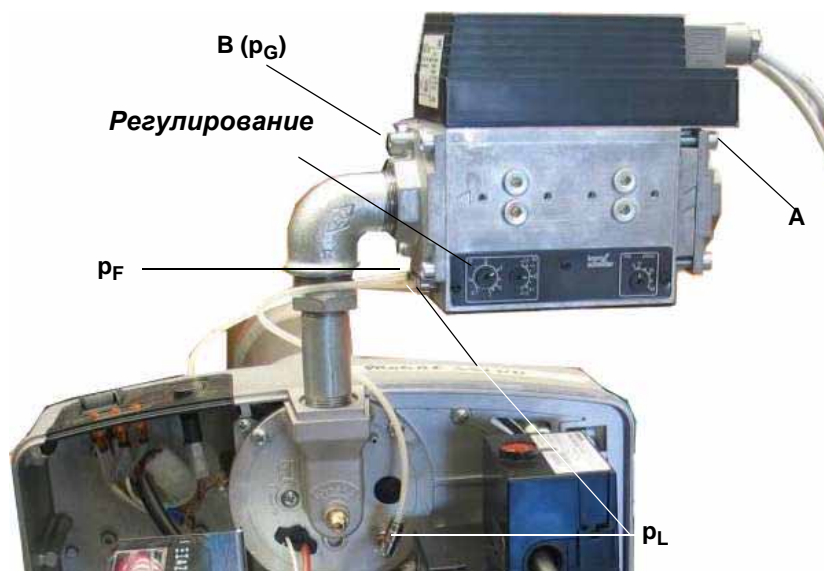

Рис. 19
Передаточное соотношение **V** - следующее (см. рисунок Рис. 19 - Рис. 20):
- 1 Включить горелку на малом пламени: если горелка не запускается, повернуть слегка **N** в направлении + и повторить запуск (см. Рис. 20). Замерить давление газа **pG** на **B** (см. рисунок Рис. 19)
- 2 Замерить давление воздуха **pL** на горелке (см. Рис. 19) и отрегулировать давление газа на **N** (см. Рис. 20)
- 11 Не закрывать штуцер **PF**, если он имеется в наличии, и если он не использовался (vedi figura Рис. 19)
**V** = Не регулировать передаточное соотношение на слишком высокое значение! Давление газа на **B** ниже давления газа на **A** (см. рисунок Рис. 19) минус потеря давления компактного блока.
- 2 Замерить давление газа **A** и **B** (см. Рис. 19)